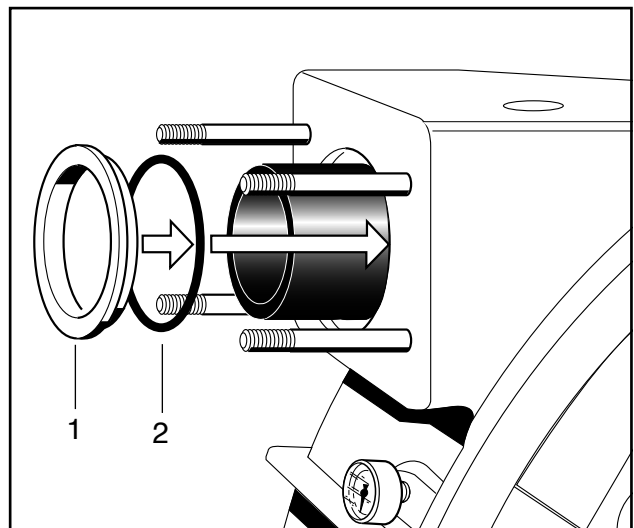

Fig. 22 Montaje de la arandela de retención
5. Montar primero completamente las boquillas de conexión en el lado de descarga. Empezar con el montaje de la junta nueva (pos. 2, fig. 22) seguida del anillo graduado (pos. 1, fig. 22).